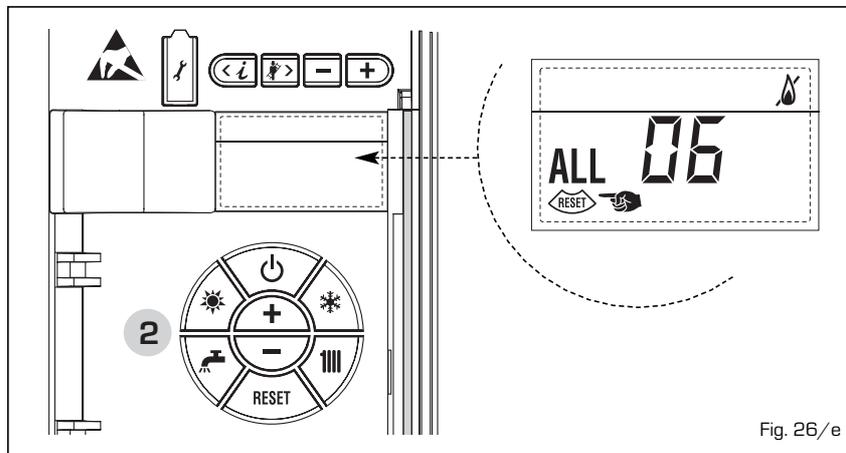

Fig. 26/e
- **ANOMALIA TERMOSTATO SICUREZZA "ALL 07"** (fig. 26/f)